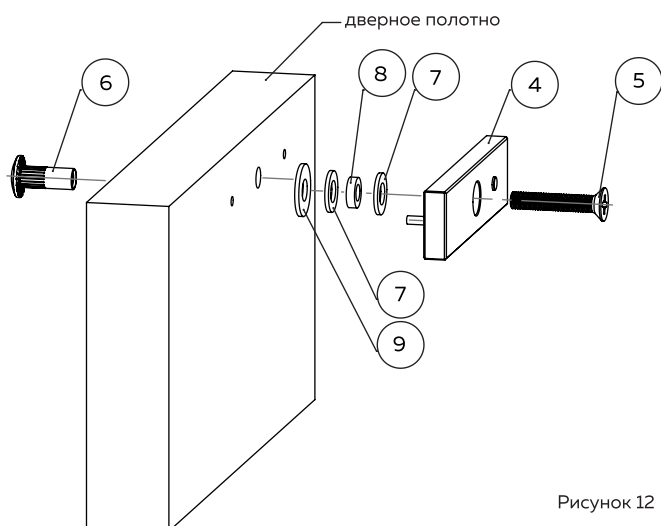
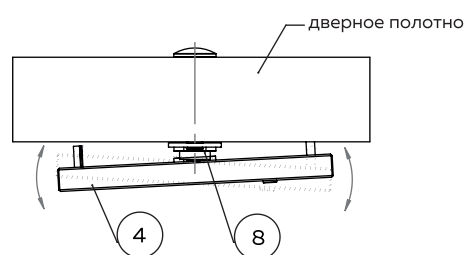

Рисунок 12
Рисунок 13
- 7 С внутренней стороны дверного полотна установить ответную планку ④ в последовательности, как показано на рис.12.
ВАЖНО: для плотного прилегания ответной планки ④ к электромагниту ① замка необходимо обеспечить подвижность ответной планки ④ (рис.13), поэтому между дверным полотном и планкой ④ должно обязательно находиться кольцо резиновое ⑧ (рис.12, 13).